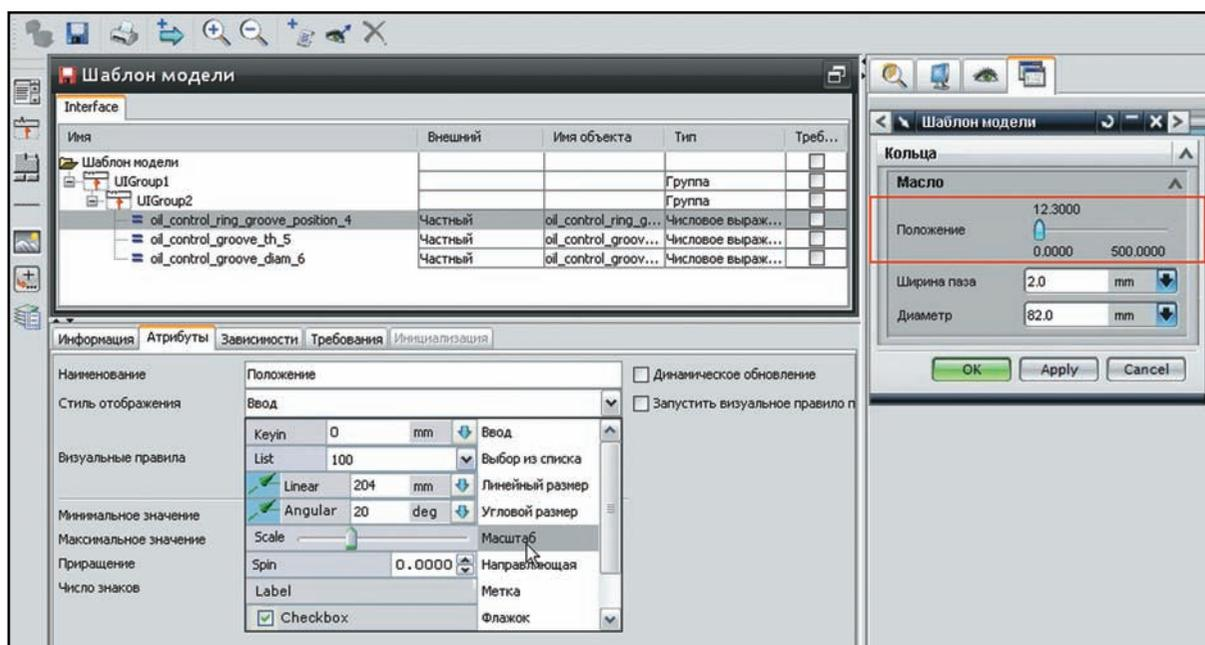

Рисунок 10.15 Изменение типа ввода параметров
- Сейчас этот параметр просто вводится пользователем и никак не контролируется. Поменяем тип элемента интерфейса для ввода этого элемента. Для этого в выпадающем списке **Стиль отображения** вместо значения **Ввод** выберем значение **Масштаб**. В правом верхнем окне на вкладке **Проводник диалогов** соответствующий элемент интерфейса поменяется своё представление (рис. 10.15).